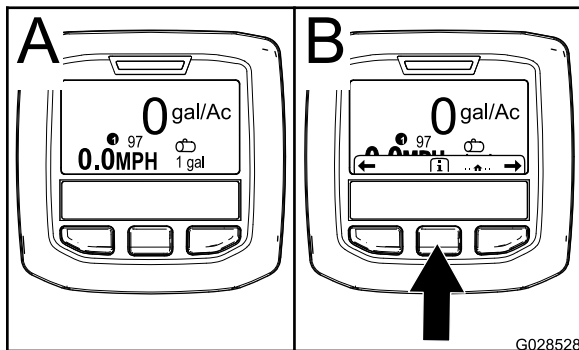

Bild 50
2. Nach ca. 15 Sekunden wird der Homebildschirm angezeigt. Drücken Sie die mittlere Auswahltaste, um den Informationskontext anzuzeigen (Bild 50).